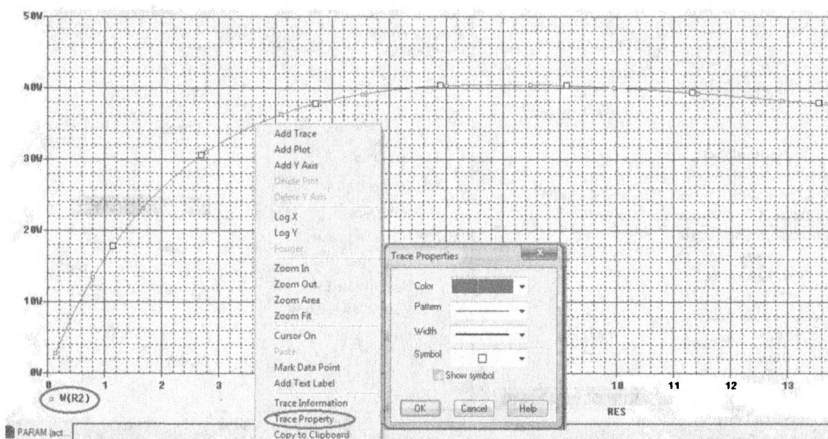

Рис. 2.20. График мощности при изменении R2
8. Выполняем моделирование и получаем график мощности (рис. 2.20).